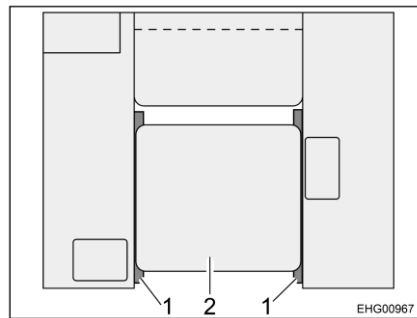

Bild 66 Möbelkonstellation Hecksitzgruppe
- Tisch absenken, bis die Tischplatte (Bild 66,2) auf den Auflageleisten (Bild 66,1) der beiden Seitensitzbänke aufliegt (evtl. müssen dazu die Sitzpolster abgenommen werden).